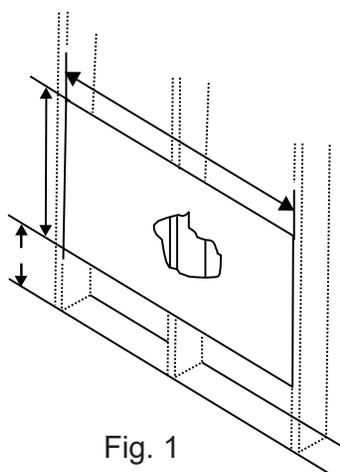

Fig. 1
3. Mesurez l'espace entre les bords internes de tous les autres poteaux, comme indiqué dans la Fig. 1.
Voir Fig. 1 et Fig. 2.